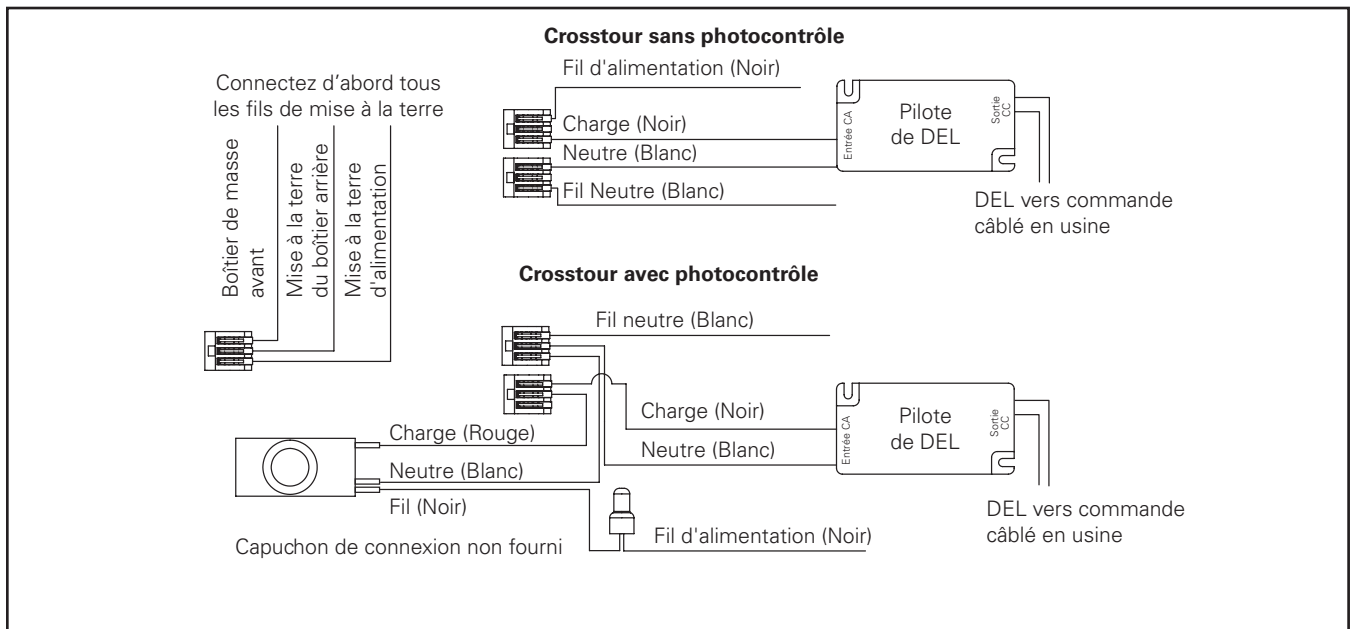
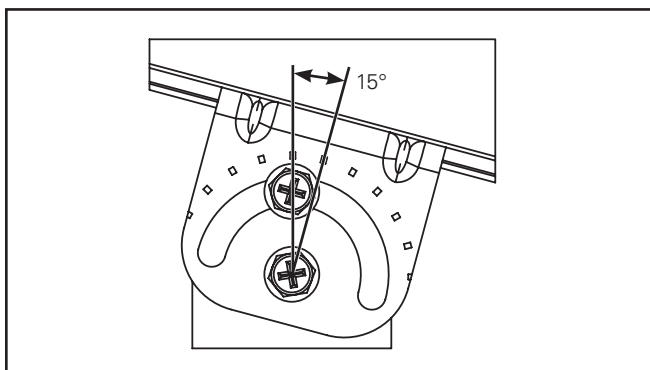

Figure 4.
Figure 5.
4. Passez les fils du tourillon dans le boîtier arrière par le trou du centre pour les fils. Fixez le bout du câble à la plaque du tourillon. Attachez le boîtier arrière au tourillon grâce aux 4 vis 8-32 fournies avec le scellant pour filetage préappliqué. Vissez et serrez les 4 vis à 3,4 à 4,5 Nm (30 à 40 po-lb). Assurez-vous que les vis sont toutes aussi serrées. Assurez-vous que le support coudé du tourillon est entièrement compressé contre le boîtier arrière. Ainsi, il n'y aura aucun espace entre le boîtier arrière et le support. (Figure 4.)
- Faites les branchements électriques entre le faisceau du tourillon et les fils de sortie du luminaire Crosstour (Figure 4). Refixez le couvercle du boîtier. Vissez et serrez à 1,1 à 1,7 Nm (15 à 20 po-lb). Fixez la visière et le parechoc optionnels. (Figure 5.)